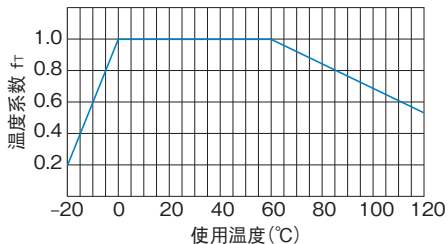

图2 温度系数
如果梯形丝杠的温度超过了常温范围, 梯形丝杠的耐焦化性和材料的强度将会下降。因此, 有必要将动态容许扭矩 (T) 和动态容许推力 (F) 乘以图2中显示的相应温度系数。
$f_t$  : 温度系数 (参照图2)